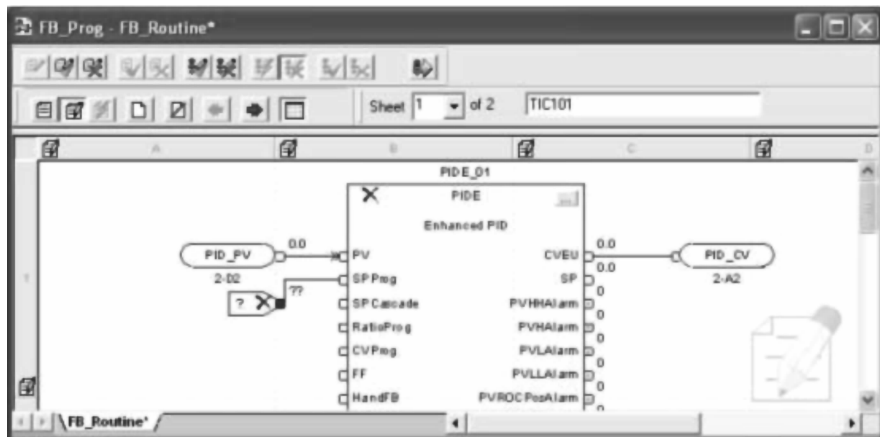

图 16-43 连接输入参考
3. 在指令工具栏中，将输入参考（IREF）放置在表中 PIDE 的左侧，并与 SPProg 输入相连，如图 16-43 所示。